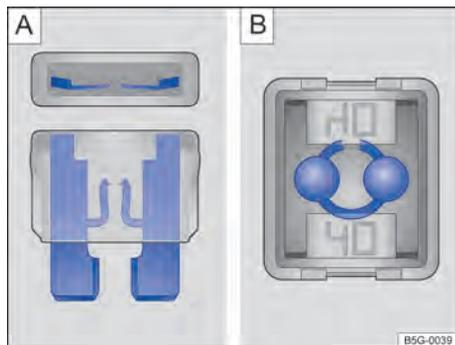

Fig. 153 Fusível queimado: **A)** fusível plano, **B)** fusível de bloqueio.
- Um *fusível plano* (ATO®, MINI®) queimado é reconhecido de cima ou de lado pela carcaça transparente nas faixas metálicas derretidas → Fig. 153 A.
- Um *fusível de bloqueio* (JCASE®) queimado é reconhecido pelas faixas metálicas derretidas por cima da carcaça transparente → Fig. 153 B.